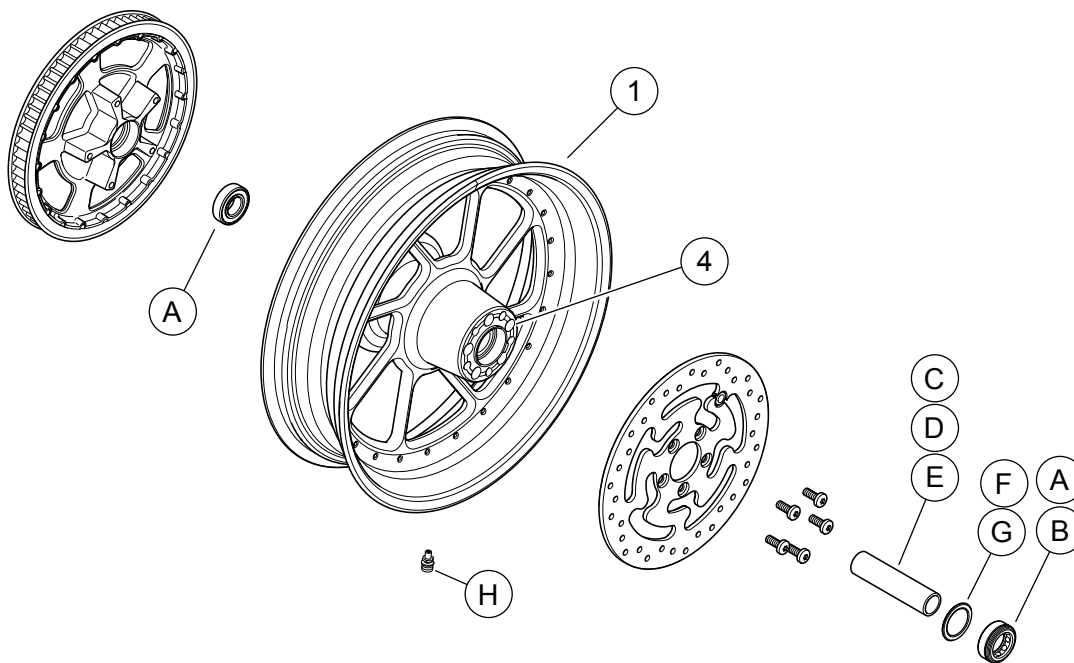

Abbildung 1. Ersatzteile: „Road Winder“-Hinterräder
Siehe Abbildung 1 und Ersatzteiletabellen.
2. Siehe Abbildung 1. Die Ventilschaft-Baugruppe (H) am Rad anbringen. Siehe das Werkstatthandbuch.